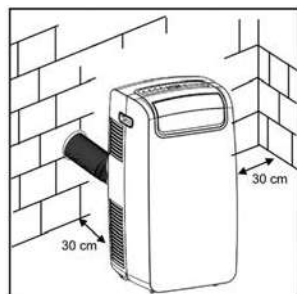
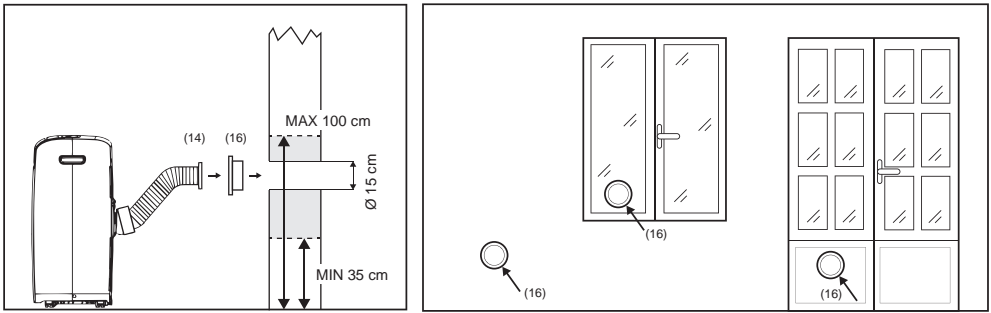

Abb. 6
Abb. 7 & 8
Bei Bedarf kann das Gerät auch halbpermanent installiert werden (Abb. 6)Fahren Sie wie folgt fort:
- Bohren Sie ein Loch durch die Außenwand oder durch ein Fenster. Vergewissern Sie sich, dass Ober- und Untergrenzen für Größe und Position der Bohrung eingehalten werden. (Abb. 7 und 8)
- Setzen Sie das im Lieferumfang enthaltene Wandflanschzubehör (16) ein.
- Setzen Sie ein weiteres Schlauchende in die zuvor befestigte Vorrichtung ein, wie in (Abb.6) dargestellt Wenn der Schlauch nicht benutzt wird, setzen Sie die Kappe (16) auf den Abluftanschluss, um das Loch in der Wand zu bedecken.